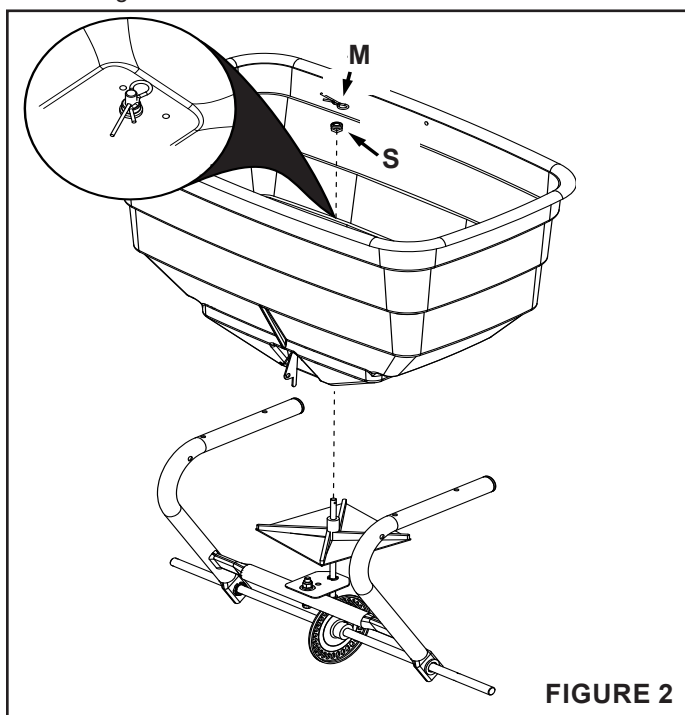

FIGURE 2
ÉTAPE 2 : (VOIR FIGURE 2)
- Installez la trémie sur l'arbre de la turbine en utilisant une bague en Delrin (S) et une goupille bêta d'agitateur (M). Voir figure 2.